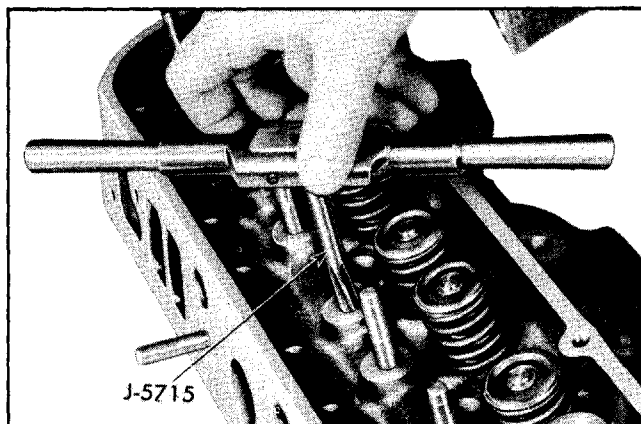

Fig. 6-18 Reaming Rocker Arm Stud Hole
3. Ream out hole using reamer J-5715 (Fig. 6-18).